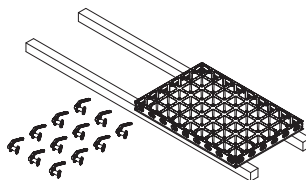

Fig. B1.01
1. Préparer les panneaux pour le montage. Mettre en place des cales bois ou des planches comme supports. La zone de montage doit être plane ! (Fig. B1.01)